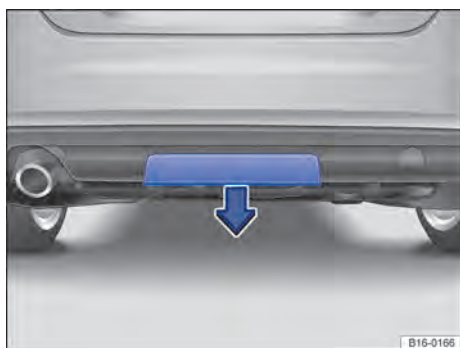

Fig. 170 Para-choque traseiro: desinstalar a cobertura.
O alojamento para a rótula de engate removível encontra-se no para-choque traseiro, atrás de uma cobertura → Fig. 170.
- Empurrar a cobertura para baixo no sentido da seta → Fig. 170.